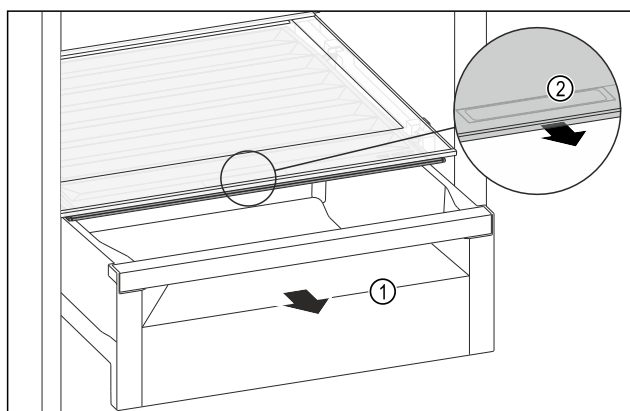

Fig. 137
- ▶ Wyciągnąć szufladę Fig. 137 (1).
- ▶ Chwycić uchwyt wpuszczany Fig. 137 (2) na pokrwyce komory i pociągnąć pokrwykę jednocześnie do przodu.